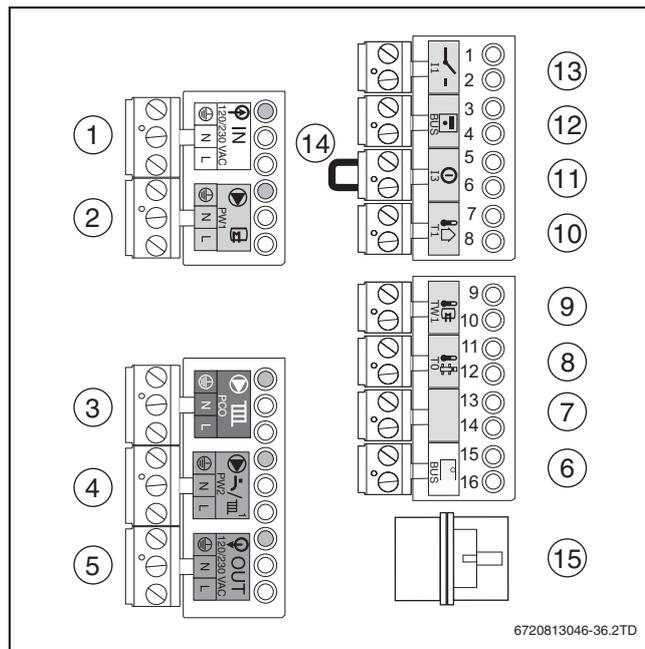

Рис. 24 Клеммные колодки
- ▶ Подключите регулятор комнатной температуры вкл/выкл к клемме  **I1** (→ рис. 24, [13]) (дополнительное оборудование).
- ▶ Подключите регулятор к клеммам  **BUS** (→ рис. 24, [6]). Используйте для этого 2-жильный провод сечением 0,4 - 0,75 мм2.
- ▶ Удалите перемычку (→ рис. 24, [14]) на клеммах .
- ▶ Подключите датчик наружной температуры к синим клеммам  **T1** (→ рис. 24, [10]).
- ▶ Подключите датчик температуры бака-водонагревателя к клеммам  **TW1** (→ рис. 24, [9]).
- ▶ Подключите насос отопительного контура к клеммам  PCO (→ рис. 24, [3]).
- ▶ Подключите циркуляционный насос к клеммам  PW2 (→ рис. 24, [4]).
- ▶ Подключите загрузочный насос бака-водонагревателя / отдельный 3-ходовой-клапан 230 В к клеммам  PW1 (→ рис. 24, [2]).
- ▶ Подключите отдельный 3-ходовой-клапан к клеммам  PW1 (→ рис. 24, [2]).